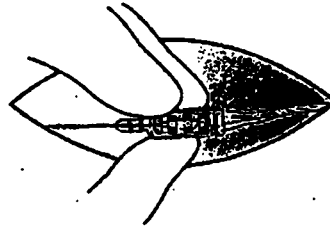

Figura 16. Sujete el extremo con tornillos de la extensión entre el pulgar y dos dedos.
5. Sujete firmemente el extremo con tornillos de la extensión entre el pulgar y dos dedos para evitar que gire mientras se aflojan los tornillos (Figura 16).